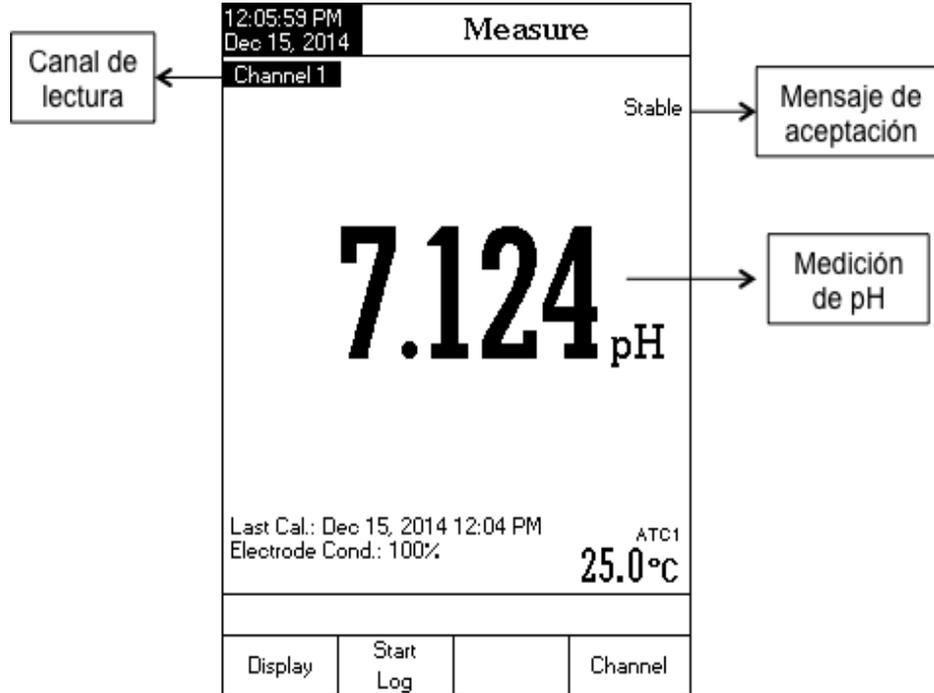

Imagen 5. Descripción de la pantalla de medición de pH
2. Lava el electrodo con agua desionizada con un pH mayor a 5.6 y una conductividad eléctrica menor a 0,2 mS/m (2 μ S/cm) a 25°C y coloca el electrodo en la muestra que va analizar, agita con suavidad (movimientos circulares), hasta que en la pantalla aparezca un mensaje que diga "STABLE". A continuación, se mostrará el valor de pH medido en la pantalla (Imagen 5). Si la lectura está fuera de rango, se mostrará "----" en la pantalla.